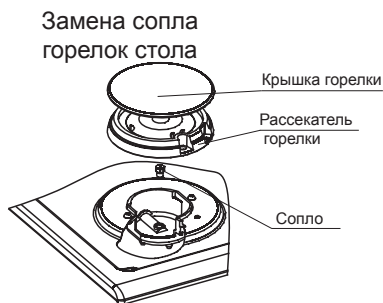

рис. 21
27.1. Проведение замены сопла при ремонте, а также при переводе на другой тип газа (рис.21)